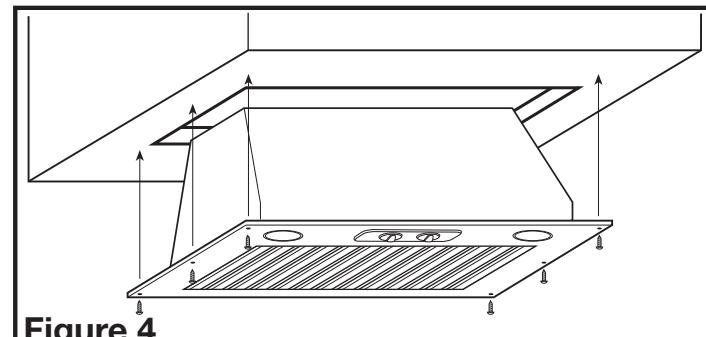

Figure 4
- Insérez l'unité de puissance dans le trou et fixez-la en place à l'aide des six vis (non inclus) (**Figure 4**).